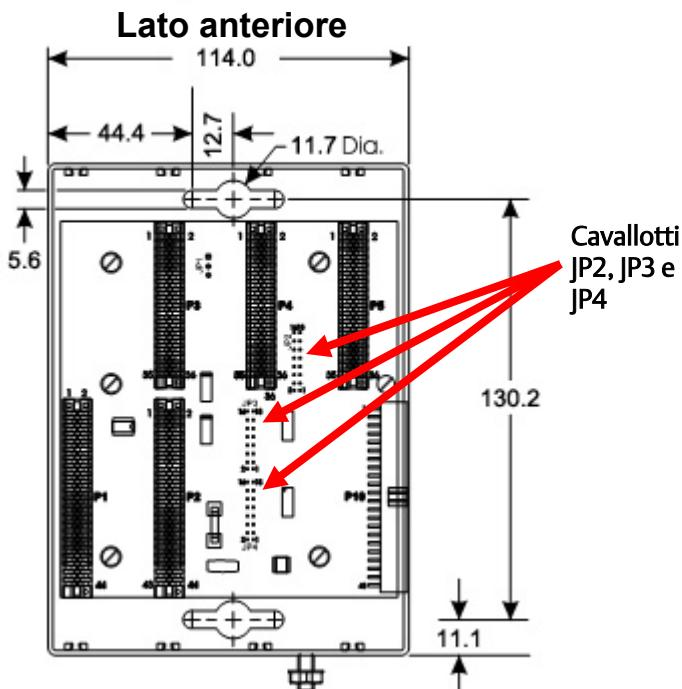

Figura 2. Dimensioni della custodia base a 4 slot per ControlWave Micro (in millimetri)
- Alloggiamento di base. Posizionare come desiderato sulla piastra di montaggio dell'alloggiamento ed individuare i fori di montaggio sulla piastra usando il ControlWave Micro come modello. Vedere la Figura 2 per le dimensioni. Praticare i fori di montaggio nella piastra. Posizionare il ControlWave Micro sui fori e fissarlo alla piastra con quattro viti (non fornite). Serrare le viti a circa 1,1 - 1,4 N·m.
Nota: per fissare un alloggiamento di espansione a un alloggiamento di base a 4 slot o 8 slot, rimuovere i tre terminali del bus (JP2, JP3 e JP4, mostrati nella Figura 2) dal backplane dell'alloggiamento di base a 4 slot o 8 slot.
Gli alloggiamenti di base sono dotate di un capocorda di terra (vedere la Figura 2) in grado di accogliere un filo di dimensioni massime di 5,19 mm (4 AWG). Dopo l'installazione degli alloggiamenti di base e di espansione e prima di installare tutti i moduli nell'alloggiamento di espansione o base, è necessario collegare un cavo di messa a terra tra il capocorda di terra dell'alloggiamento di base e un terminale di messa a terra sicuramente efficace. Tutti i collegamenti di messa a terra devono essere dotati di un'impedenza della massa o della griglia di 2,0 ohm o meno, come misurato con un apposito tester. Il conduttore della massa deve avere una